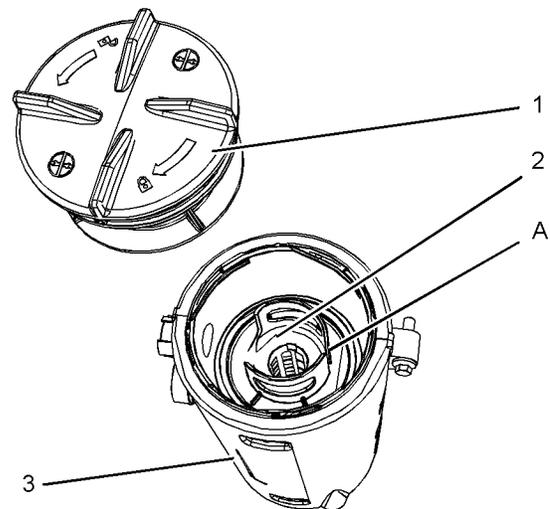

Ilustración 71
4. Quite el sello anterior (4) e instale un sello nuevo.
5. Instale un nuevo elemento de filtro en el cuerpo del respiradero (3) y oriéntelo de manera que la posición (A) quede alineada. Consulte la ilustración 71 . Alinee la posición (A) en el elemento de filtro con la posición (B) en la tapa.